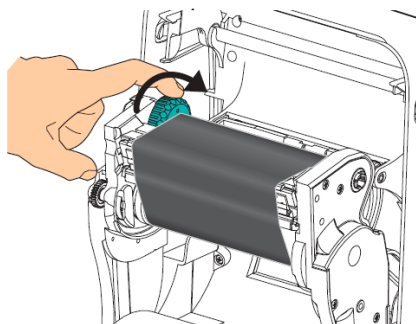

Figure 30
- Faire tourner la molette verte sur le côté gauche de l'axe du rouleau jusqu'à ce que le ruban soit tiré et tendu sur la tête d'impression (voir Figure 30)